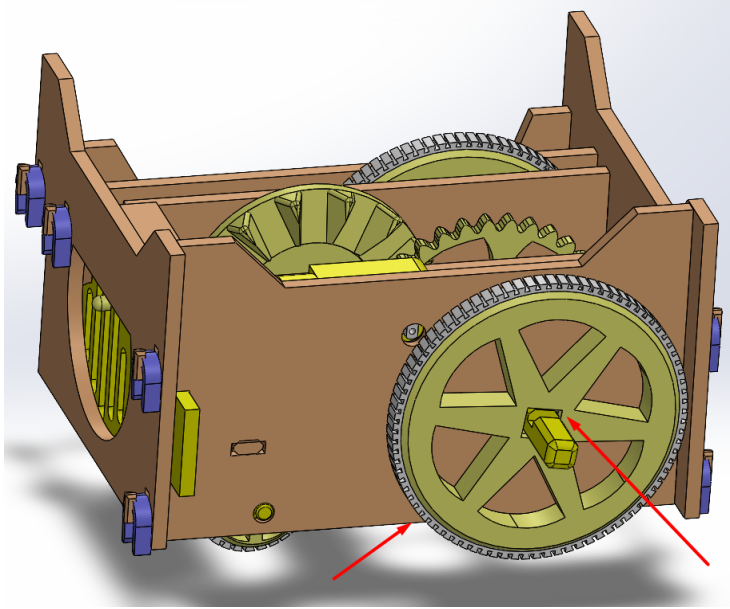

FIGURE 19
ÉTAPE 15: Ensuite, nous insérons la deuxième roue dans l'axe depuis l'extérieur comme on le voit dans la figure 19.